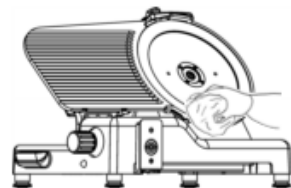

Fig. 31
- Limpie la protección de la cuchilla (2) y la cuchilla (1) por medio de un paño húmedo y detergente de limpieza neutro (fig. 31).